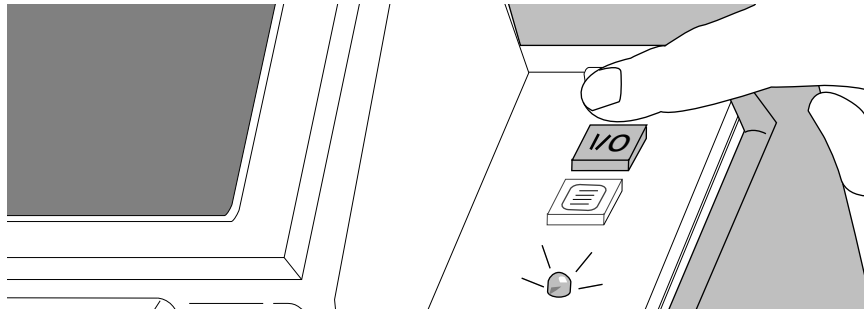

Abbildung 8
4.1 Schalten Sie das CFS II ein. Falls die Betriebsanzeige signalisiert, daß die Akkukapazität nahezu erschöpft ist (die LED blinkt), müssen Sie den Netzadapter benutzen (siehe Abb. 8).